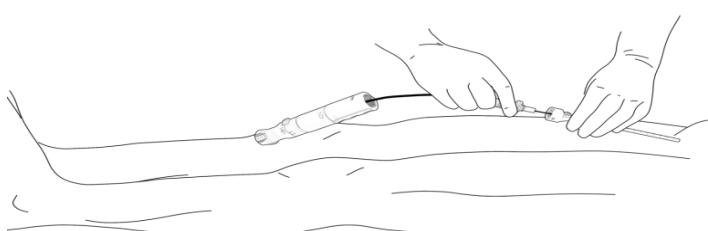

Figura 8. Fare avanzare il dispositivo di chiusura PerQseal+ fino all'introduttore a guaina.
- b. Fare avanzare la cannula di caricamento sul filo guida verso il terminale dell'introduttore a guaina, Figura 8. In caso di difficoltà nel seguire il percorso del filo guida, controllare che quest'ultimo non sia piegato e che non presenti coaguli ematici e trombi.